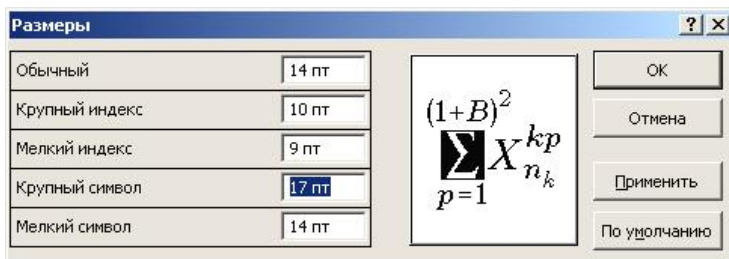

Рисунок 4
*Крупный символ* используют для больших символов, которые входят в шаблоны интегралов, сумм, произведений и т. д. Рекомендуемый шрифт – *Symbol* размером 17 pt (рисунок 4).